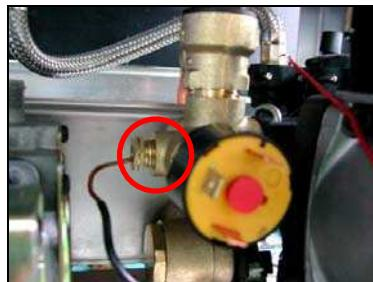

Рисунок 57
- Отсоедините капиллярную трубку от водяного блока. (*Рисунок 57*)